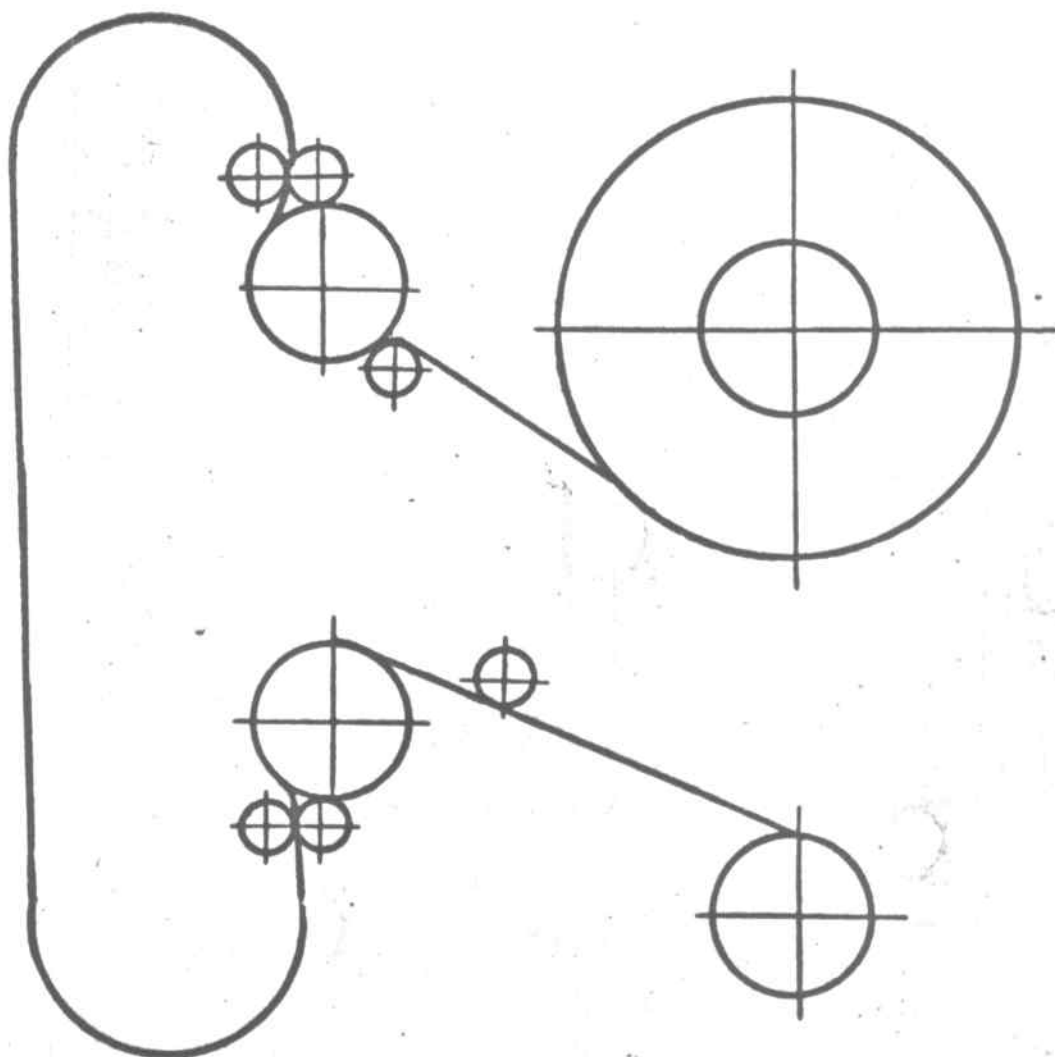

Рис.16
- 4) зарядку аппарата производите согласно схемы рис. 16 ;
5) наденьте бобышку с киноленткой на сматыватель 119 (см.рис.8) и пропустите кинолентку по верхнему зубчатому барабану, как показано на рис.16;
2) установите верхнюю и нижнюю петлю как показано на рис.16.